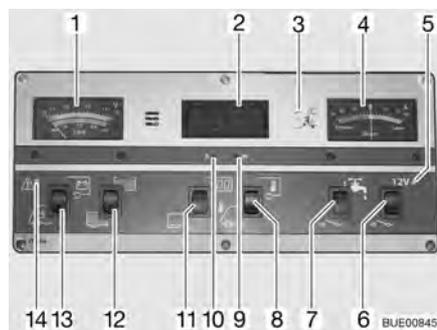

Fig. 104 Pannello di controllo IT 994
Per l'indicatore volt/serbatoio (Fig. 104,1) leggere la scala superiore. L'indicatore si illumina automaticamente appena viene premuto un interruttore.
- Premere l'interruttore a bilico (Fig. 104,13) in basso: Viene indicata la tensione della batteria di avviamento.
- Premere l'interruttore a bilico (Fig. 104,13) in alto: Viene indicata la tensione della batteria dell'abitacolo.
Per l'indicatore volt/serbatoio (Fig. 104,1) leggere la scala inferiore. L'indicatore si illumina automaticamente appena viene premuto un interruttore.
- Premere l'interruttore a bilico (Fig. 104,12) in alto: Viene indicato il livello del serbatoio dell'acqua.
- Premere l'interruttore a bilico (Fig. 104,12) in basso: Viene indicato il livello del serbatoio delle acque grigie.
La spia luminosa rossa ALARM (Fig. 104,14) inizia a lampeggiare non appena la tensione della batteria dell'abitacolo scende al di sotto di 11 V (misurazione durante il normale esercizio) con conseguente rischio che la batteria si scarichi troppo.
- Premere l'interruttore a bilico (Fig. 104,11) in alto: L'indicatore dell'orologio digitale si accende. L'indicatore per la temperatura è pronto al funzionamento.
- Premere l'interruttore a bilico (Fig. 104,11) in basso: L'indicatore dell'orologio digitale e l'indicatore di temperatura sono spenti.
- Premere con un oggetto sottile, p. es. con la punta di una matita, nell'apertura per l'indicazione delle ore (Fig. 104,10) finché non viene visualizzato il numero dell'ora desiderata.
- Premere con un oggetto sottile, p. es. con la punta di una matita, nell'apertura per l'indicazione dei minuti (Fig. 104,9) finché non viene visualizzato il numero dei minuti desiderato.
- Premere l'interruttore a bilico (Fig. 104,8) in alto: Viene indicata la temperatura interna.
- Premere l'interruttore a bilico (Fig. 104,8) in basso: Viene indicata la temperatura esterna.
Sullo strumento indicatore di corrente (Fig. 104,4) appare in permanenza la corrente attualmente erogata dalla batteria. L'indicatore si illumina automaticamente appena viene premuto un interruttore.
L'interruttore principale a 12 V (Fig. 104,6) inserisce o disinserisce il pannello di controllo e l'alimentazione a 12 V dell'abitacolo.
- Premere l'interruttore a bilico (Fig. 104,6) in alto: L'alimentazione a 12 V dell'abitacolo è inserita. La spia di controllo (Fig. 104,5) diventa verde.
- Premere l'interruttore a bilico (Fig. 104,6) in basso: L'alimentazione a 12 V dell'abitacolo è disinserita. La spia di controllo (Fig. 104,5) si spegne.
La spia di controllo a 12 V (Fig. 104,5) si accende non appena l'interruttore principale a 12 V (Fig. 104,6) viene inserito.
La spia gialla di controllo a 230 V (Fig. 104,3) si accende quando all'ingresso della centralina elettrica è presente una tensione di rete.
Accensione: ■ Premere l'interruttore a bilico (Fig. 104,7) in alto: L'alimentazione idrica è accesa.
Spegnimento: ■ Premere l'interruttore a bilico (Fig. 104,7) in basso: L'alimentazione idrica è spenta.